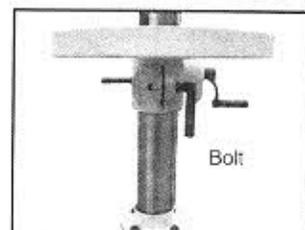

Ilustración 8
C. Ajustes de inclinación: Afloje el perno de pivote. Retire el pequeño pasador de guía. Incline la mesa al ángulo deseado, hasta 45° y vuelva a apretar el perno. Introduzca de nuevo el pasador guía, cuando coloque la mesa a cero grados (0°) (ilustración 8).